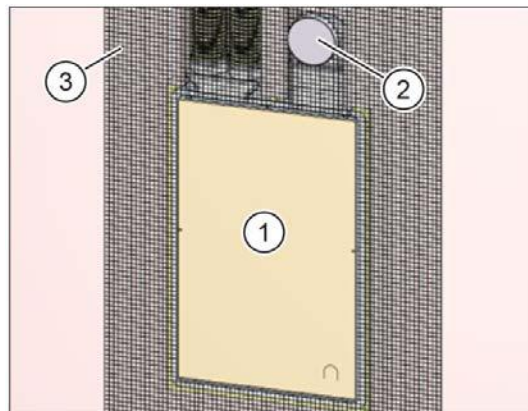

Рис. 29: заштукатурьте настенный ящик внутри
- ▶ Обратите внимание, чтобы гипсовая защитная крышка (поз. 1 на рис. 29) находилась в монтажной коробке.
- ▶ Заклейте выпускные отверстия для вытяжного и приточного воздуха клейкой лентой (поз. 2 на рис. 29).
- ▶ Нанесите гипсовую ткань M-WRG-II PG (поз. 3 на рис. 29) на монтажный комплект и капитальную стену.